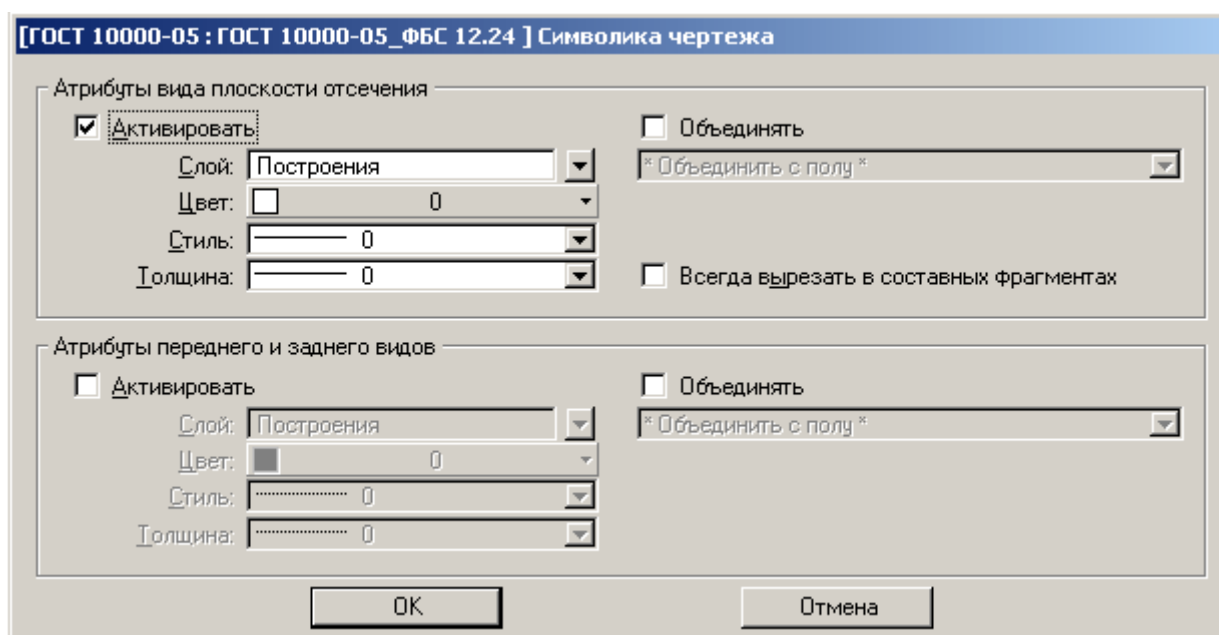

Рисунок 18
2. В закладке **Символика чертежа** (Рисунок 18) устанавливаются параметры отображения данного стройэлемента на чертеже. Обычно не активизируются.